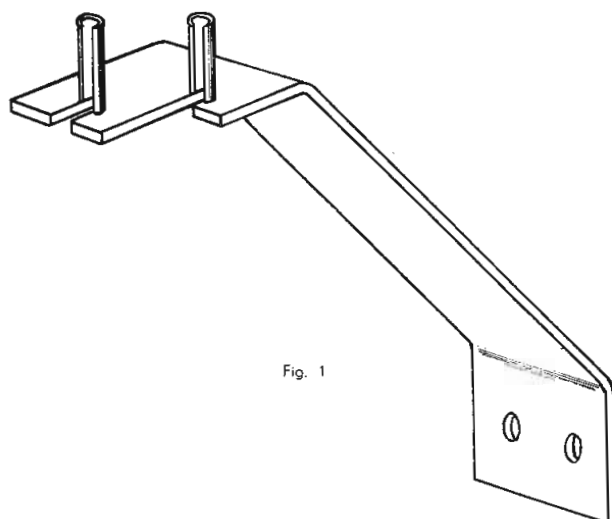

Fig. 1
1. De in fig. 1 getekende beugel, boven de aandrijfas, op het chassis geschroefd.